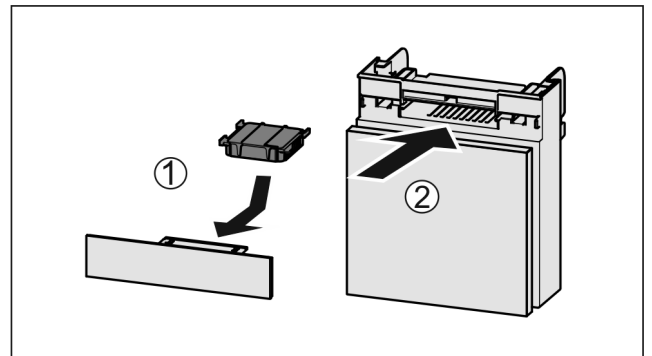

Fig. 89
- Sett inn Fig. 89 (1) aktivkullfilteret etter figuren.
- Skyv inn Fig. 89 (2) hyllen.